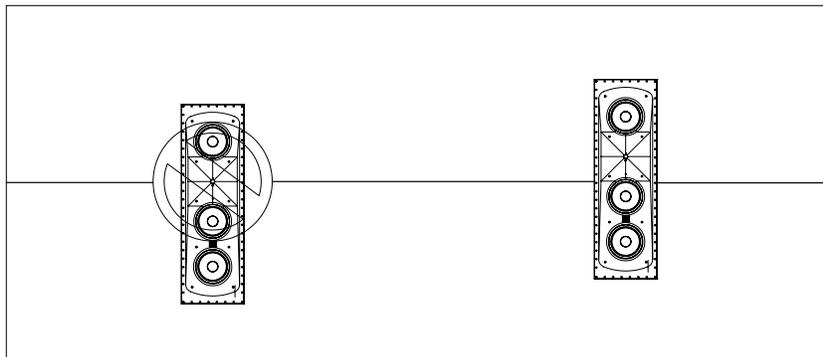

Abbildung 4
**HINWEIS:** Einige perforierte Projektionsleinwände besitzen einen Hohlprofilstab oder eine Querstrebe, der/die über dem Leinwandrahmen zentriert befestigt ist (Abbildung 4). Stellen Sie in solchen Fällen sicher, dass der Stab bzw. die Strebe nicht den Trichter blockieren. Positionieren Sie vertikal ausgerichtete Lautsprecher so, dass der Stab bzw. die Strebe vor den Lautsprechern am Rand des Trichters verlaufen, der am nächsten am zentralen Tieftöner liegt.